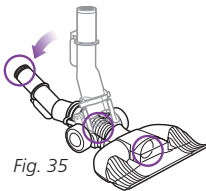

Fig. 35
- Estire el cuello y mire en el interior del tubo de la parte de arriba de la boquilla. Revise que no haya ninguna obstrucción en la curva de la manguera y en el orificio de entrada. (Fig. 35)